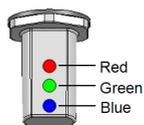

Figura 6: LEDs
- Indicatore LED dell'inverter** (See *Figura 6*) : Indicare gli stati dell'inverter come descritto nella tabella sottostante: